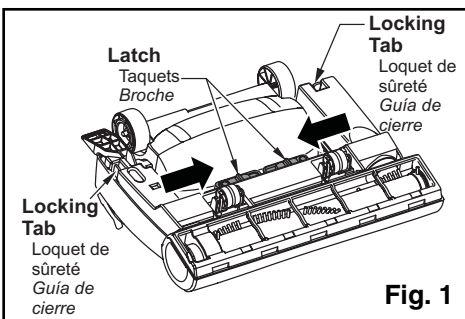

Fig. 1
- Libérer la plaque inférieure en appuyant sur les deux (2) taquets et les deux (2) loquets de sûreté comme le montre l'illustration (Fig.1).
- *Para liberar la base inferior, apriete hacia adentro los dos (2) pestillos y las dos (2) lengüetas de cierre como se muestra (Fig 1).*
- **Release lower plate by pressing two (2) latches and two (2) locking tabs inward as shown. (Fig. 1)**